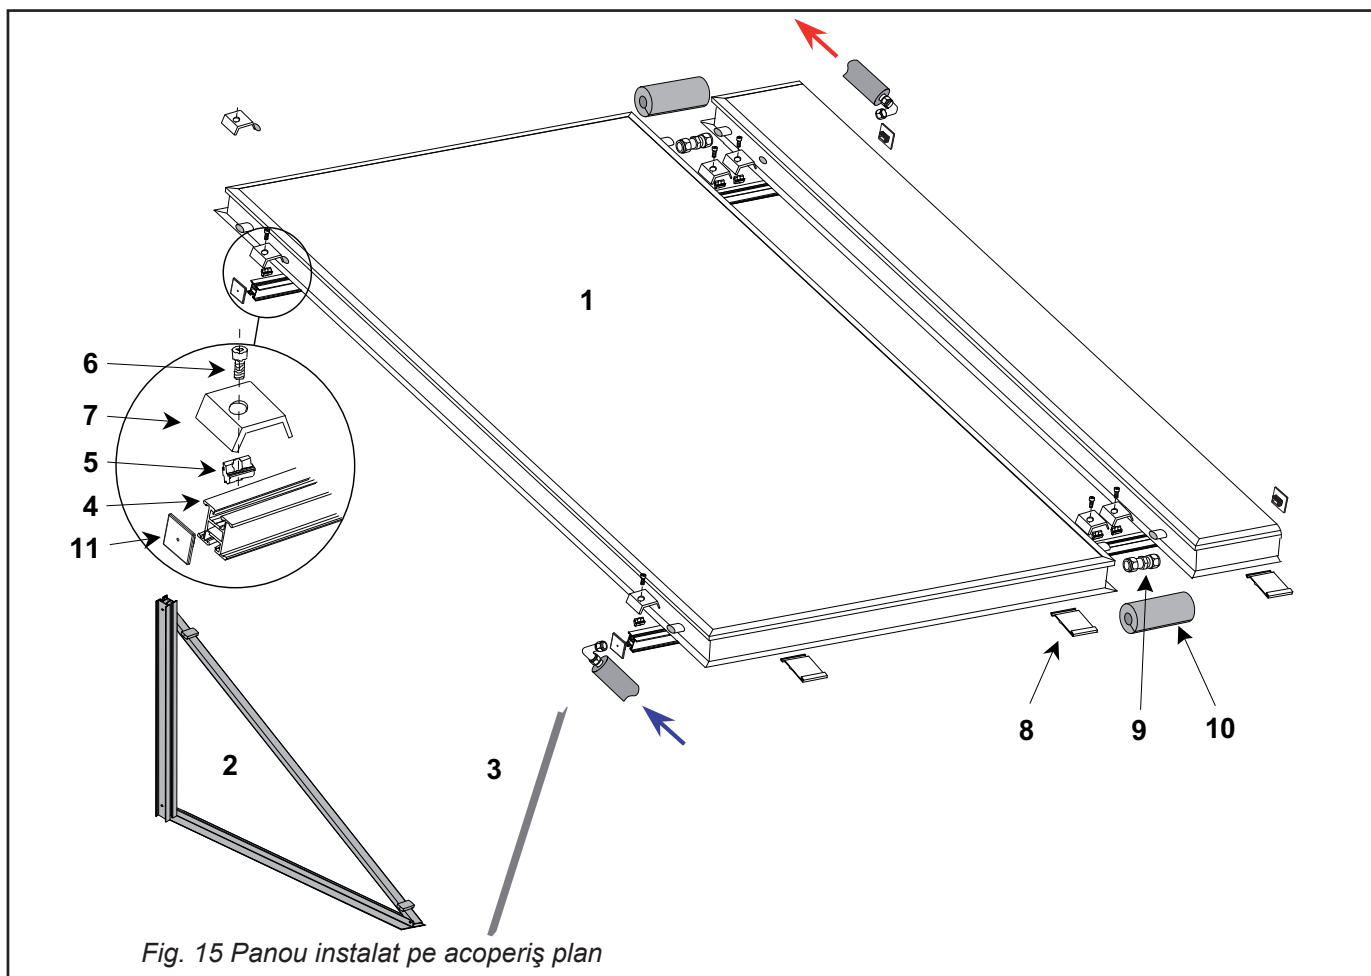

Fig. 15 Panou instalat pe acoperiș plan
- Așezați următorul panou lângă primul, lăsând spațiu suficient între ele. Se pun fittingurile Fig. 15 poz.9) și se împinge panoul solar în panoul deja instalat până se oprește. Fitingul se ține cu o cheie pentru a preveni mișcarea. Mai multe detalii în Capitolul 5 - Conectarea hidraulică.